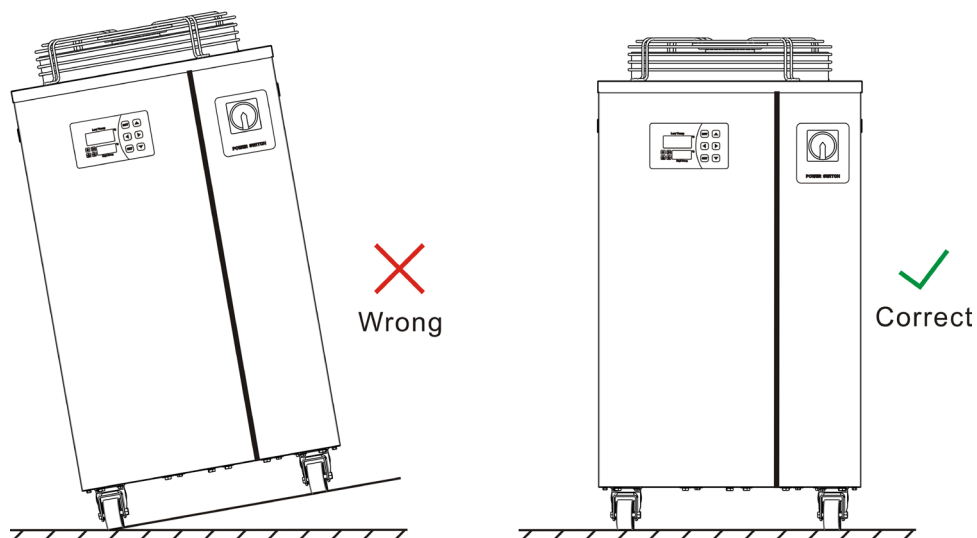

Figura 1: Requisitos de forma para la instalación del chiller
(1) Debe instalarse sobre una superficie horizontal y sin inclinación, como se muestra en la figura 1.